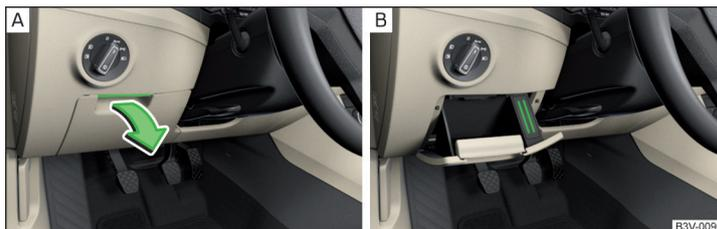

Abb. 106 Ablagefach öffnen / Kartenhalter
- Zum **Öffnen** den Griff anheben und das Fach aufklappen » Abb. 106 - **A**.
Im Ablagefach befindet sich ein Kartenhalter » Abb. 106 - **B**.